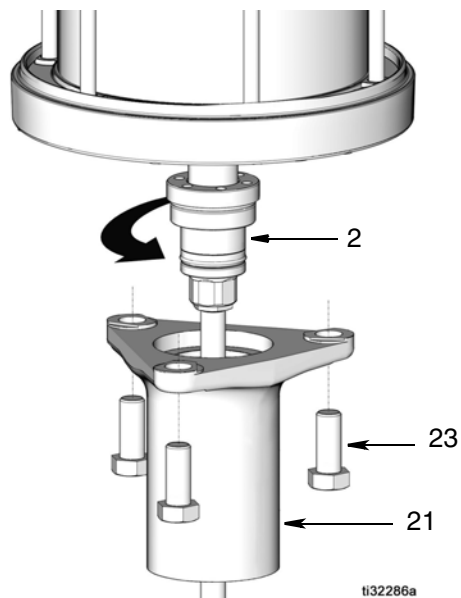

图 11
10. 拧下将泵底座 (21) 连接到空气马达的螺栓 (23) (图 11)。
11. 从空气马达上拆下泵底座 (21) 并拧松填料压盖 (2) (图 11)。